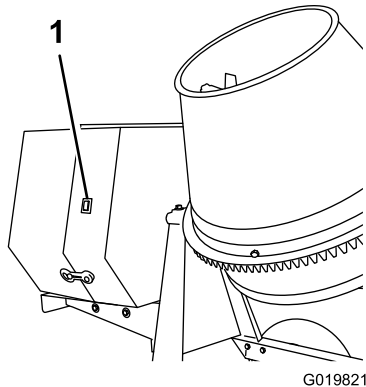

Figura 37
1. En la cubierta del motor, mueva el interruptor del motor a la posición de Encendido (Figura 37).
2. Gire el interruptor del motor montado en la cubierta a Apagado (Figura 37).
Importante: Si necesita parar el motor inmediatamente, utilice el interruptor del motor situado en el exterior de la cubierta del motor (Figura 37).